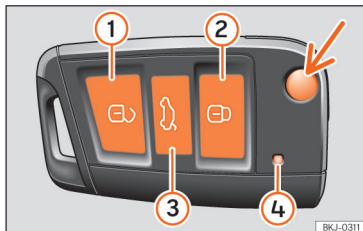

Fig. 43 Chave do veículo.
Para dobrar e desdobrar o palhetão da chave pressione o botão »» Fig. 43 [seta].
Quando se pressiona brevemente um botão na chave do veículo, a luz de controlo pisca ④ »» Fig. 43 [seta] uma vez brevemente, mas se se pressionar durante um tempo prolongado, piscará várias vezes, por exemplo, na abertura de conforto.